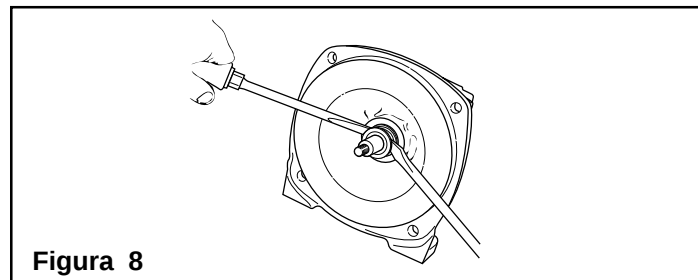

Figura 8
1. Lubrifique ligeiramente o eixo para poder retirar o selo com maior facilidade. Usando duas chaves de fenda em posição contrária, retire a parte giratória do selo do eixo (Ver Figura 8).